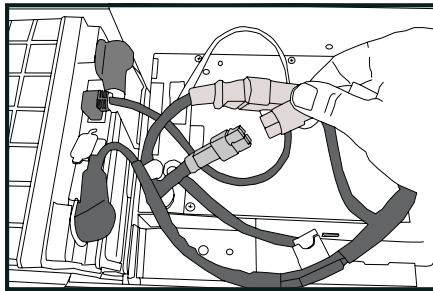

Imagen 3: Cable de fuente de alimentación/batería
- Abra el cajón y desconecte el cable de la batería/fuente de alimentación (Consulte la **Imagen 3**).